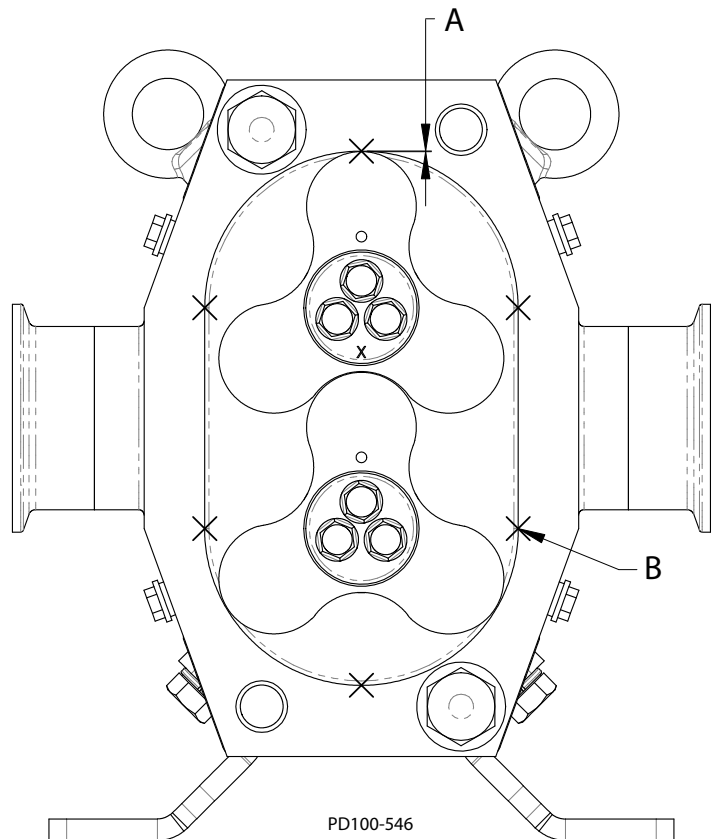

Abb. 64 - Prüfung des radialen Spiels
1. Messen bei synchron laufenden Rotoren das radiale Spiel jedes Flügels (Abbildung 64, Position A) und kontrollieren Sie, ob das Spiel in den Wertebereich fällt, der in Tabelle 12 angegeben ist.
2. Prüfen Sie das Spiel an allen sechs Stellen im Gehäuse wie dargestellt. Siehe Abbildung 64, Position B.